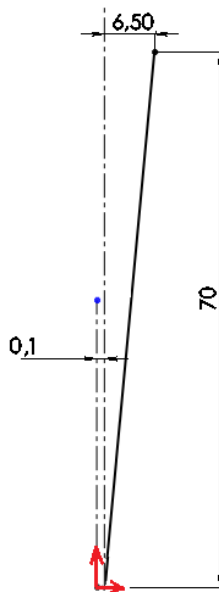

Рис. 1.8
4. Рисуем наклонную линию по рис. 1.8.